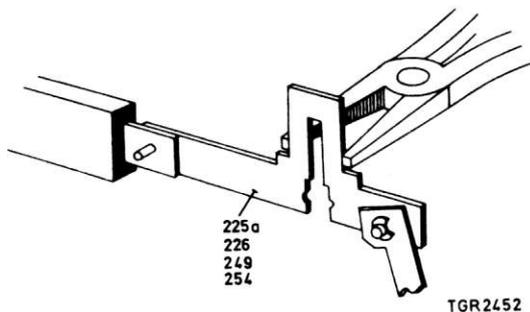

Fig. 23
- Régler en courbant l'étrier rep. 226, voir fig. 23.
- Régler en courbant l'étrier rep. 249, voir fig. 23.
- Régler en courbant l'étrier 249, voir fig. 23.
- Régler en courbant l'étrier rep. 254, voir fig. 23.
- Régler en courbant l'étrier rep. 225a, voir fig. 23.